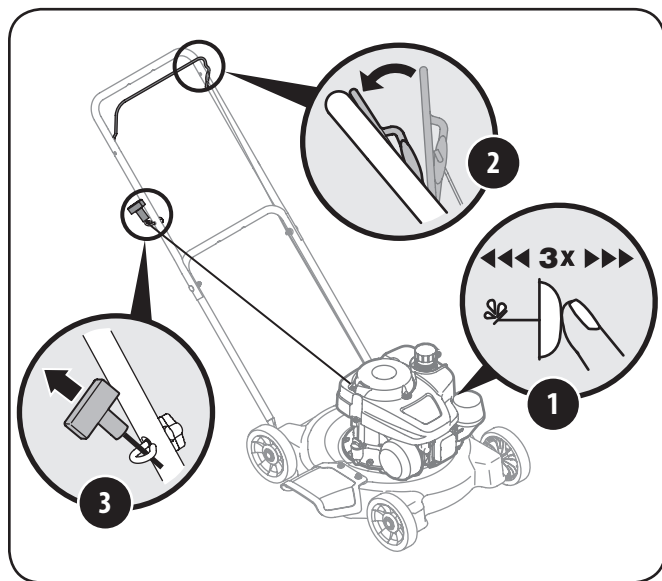

Figure 5-1
2. Tenez-vous derrière la machine, appuyez sur la poignée de commande de la lame et maintenez-la contre le guidon supérieur, comme à les Figures 5-1.
3. Tirez sur la poignée du démarreur jusqu'à ce que vous sentiez une légère résistance, puis tirez plus rapidement pour surmonter la compression, empêcher le recul et faire démarrer le moteur. Répétez au besoin. Voir la Figure 5-1.